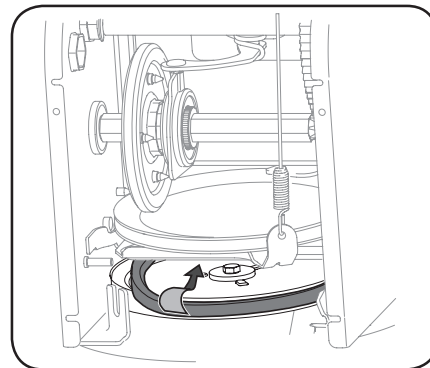

Figura 4-19
8. Retire la correa de alrededor de la polea de la barrena y deslice la misma entre la ménsula de soporte y la polea de la barrena. Consulte la Figura 4-19.